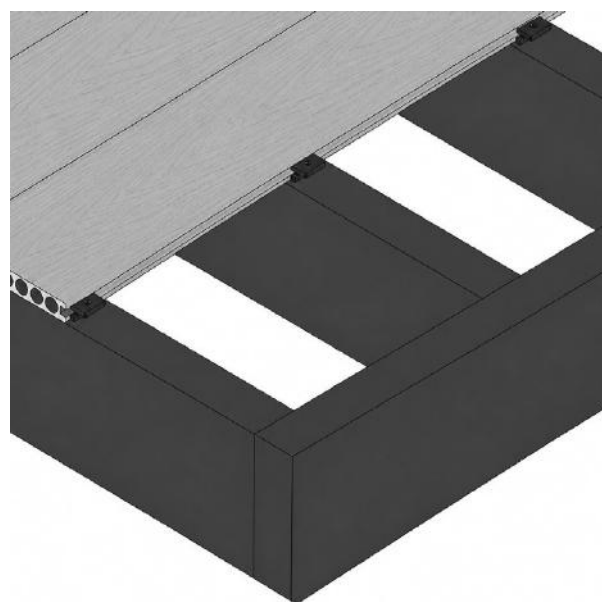

FIG. 7 – WIEDERHOLEN, BIS DIE LETZTEN ZWEI DIELEN ÜBRIG BLIEBEN
- 02 Wiederholen Sie die Schritte 2–5, bis Sie die letzten 2 Dielen erreicht haben (fig. 7). Die letzte Diele kann auf 1 von 2 Arten befestigt werden, die im nächsten Abschnitt beschrieben werden.